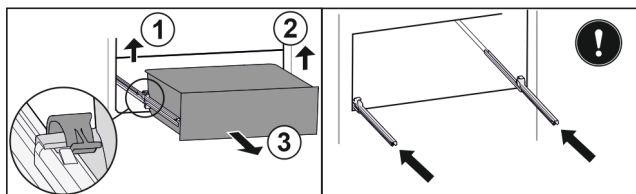

Fig. 129
- Lyft vänster klämma och dra samtidigt utdragslåda till vänster framåt. Fig. 129 (1)
- Lyft höger klämma och dra samtidigt utdragslåda till höger framåt. Fig. 129 (2)
- Ta ut utdragslåda genom att dra den framåt. Fig. 129 (3)